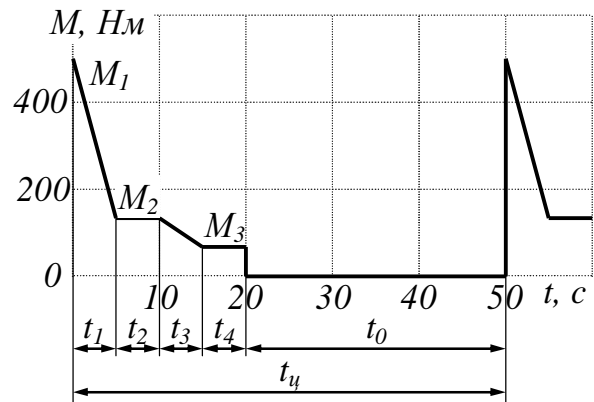

Рис. 9.3
**9.23.** Визначити відповідність краново-металургійного трифазного асинхронного короткозамкненого електродвигуна МТКФ–411–6 (його номінальні дані:  $TB_{\text{НОМ}} = 40 \%$ ;  $P_{2\text{НОМ}} = 22 \text{ кВт}$ ;  $n_{2\text{НОМ}} = 965 \text{ об/хв}$ ;  $M_{\text{max}} = 650 \text{ Н}\cdot\text{м}$ ) механізму, що працює в повторно-короткочасному режимі роботи за графіком навантаження (рис. 9.3). Діаграма дана без урахування махового моменту інерції електродвигуна. Коефіцієнт  $K_u$ , що враховує можливе зниження напруги, дорівнює 0,9.